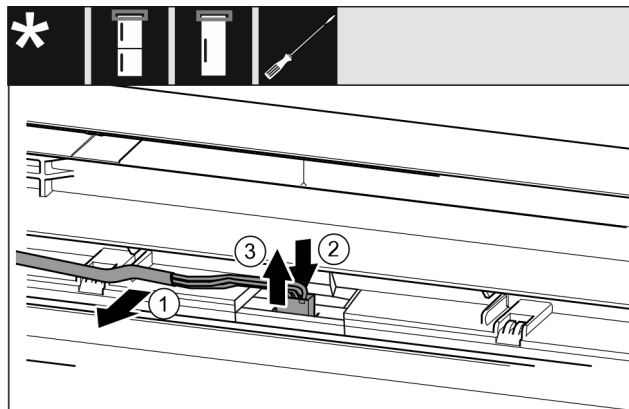

Fig. 21 Kombinace chladničky s mrazničkou / mrazničky / chladničky
- Kabel Fig. 21 (1) opatrně uvolněte z vedení ve dveřích.*
- Zatlačte lamelu Fig. 21 (2) za zástrčku směrem dozadu.*
- Zástrčku Fig. 21 (3) opatrně vytáhněte směrem nahoru.*